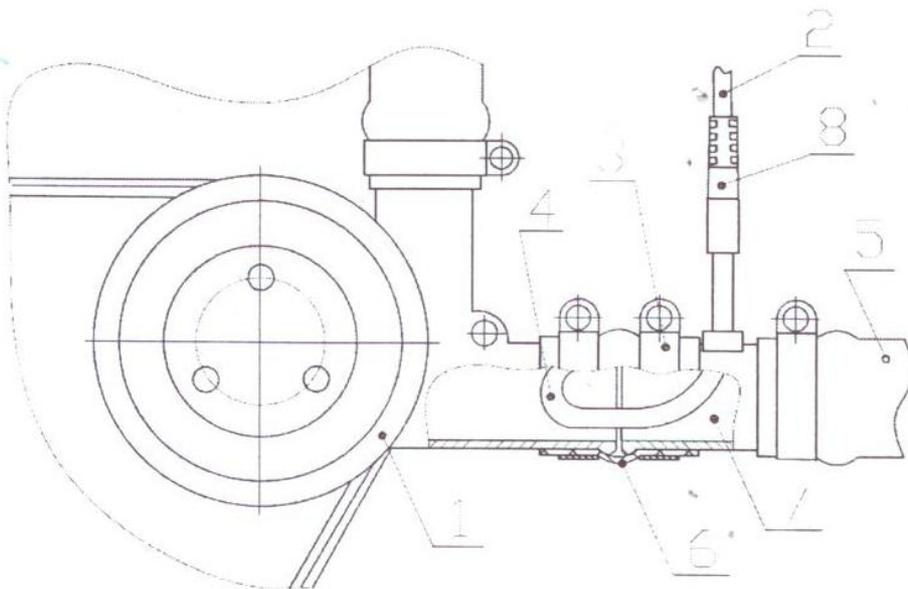
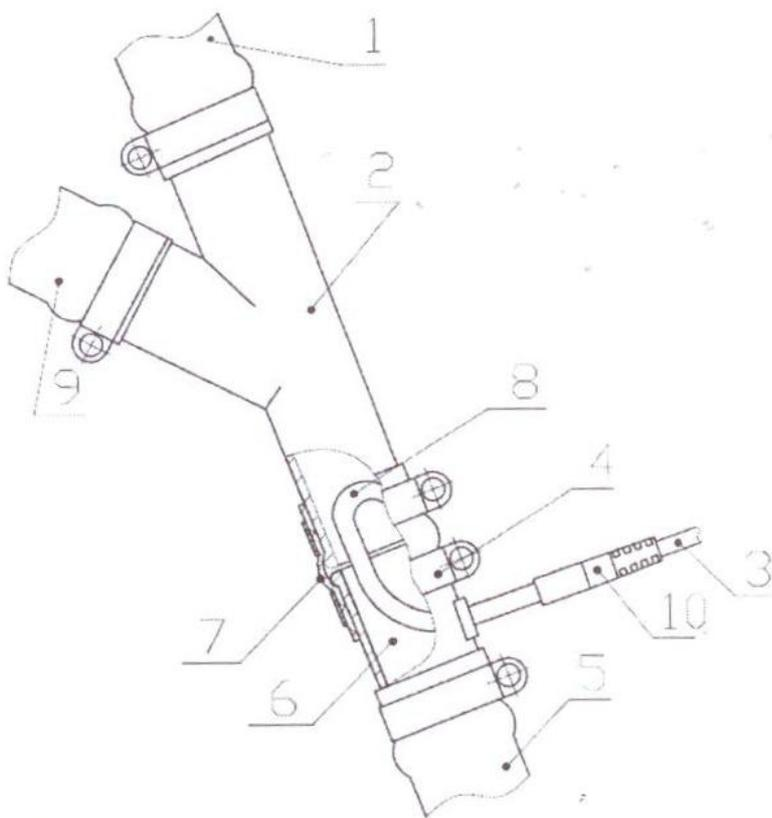

Рис. 4.2. ЗМЗ-405; 406
Рис. 4.3. ЗМЗ-402
5.3 При установке на ВА32101...21067 отрежьте 15 мм шланга от верхнего патрубка термостата на расстоянии 50 ± 3 мм. со стороны термостата и установите электроподогреватель, расположив ТЭН в сторону термостата (см. рис. 4.1). При установке на ЗМЗ-405 ТЭН расположить максимально в патрубке помпы (см. рис. 4.2). При установке на ЗМЗ-402 ТЭН расположить максимально в тройнике (см. рис. 4.3). ТЭН не должен касаться стенок патрубков и шлангов.